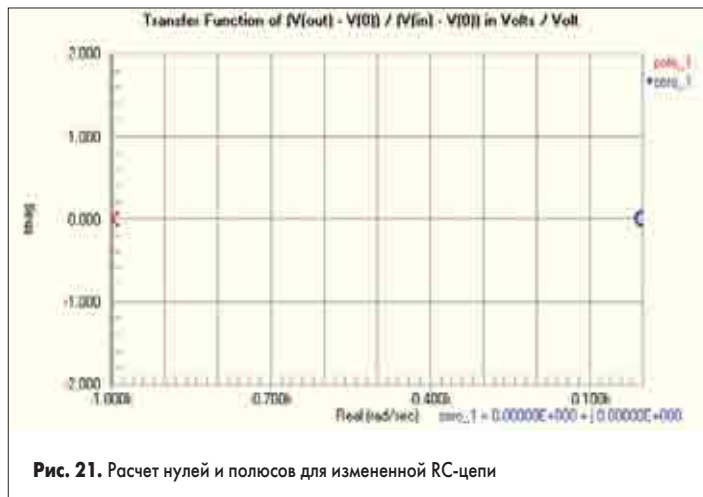

Рис. 21. Расчет нулей и полюсов для измененной RC-цепи
17. Щелкнем левой кнопкой мыши на имени найденного нуля. В правом нижнем углу будет показано его точное численное значение в комплексном виде $-0 + j0$ (рис. 21), которое ранее мы получили аналитически.